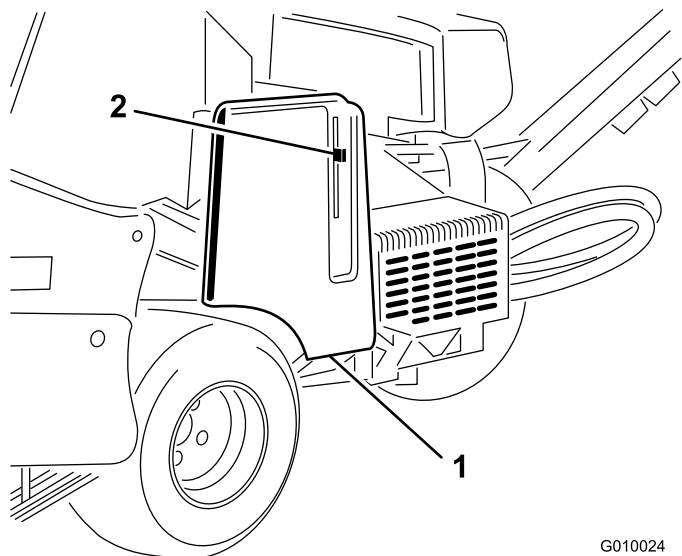

Figura 17
2. Destrane e retire a cobertura da correia (Figura 17).